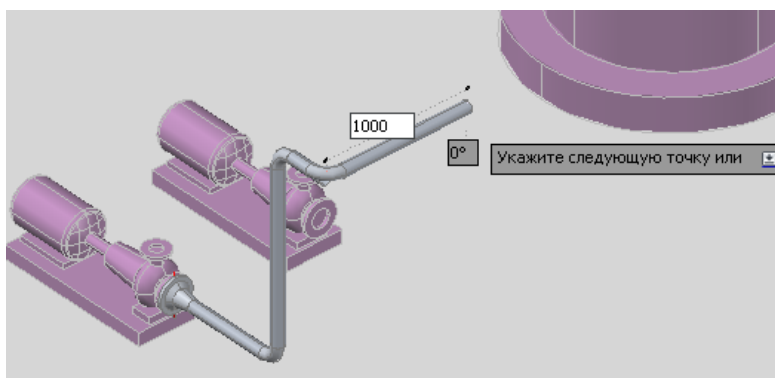

Рис. 79
- Затем еще раз поменяйте плоскость построения и проведите горизонтальный участок длиной **1000 мм** (Рис. 79).